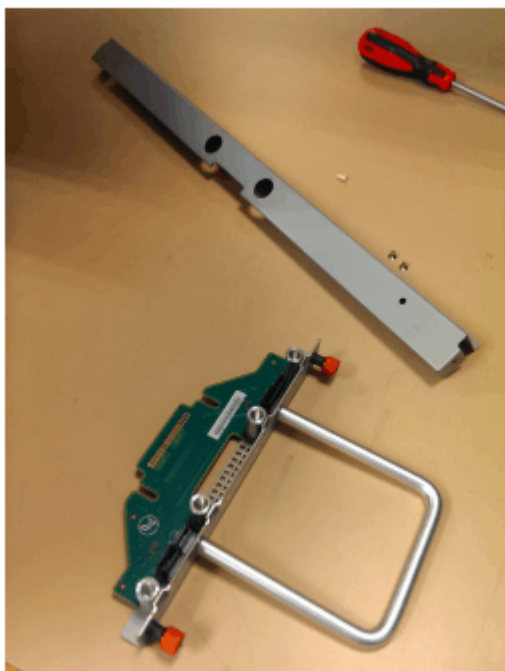

Рисунок 127. Компоненты платы интерфейса вентиляции, удаленные из шасси
4. Положите плату интерфейса вентиляции (см. Рисунок 127 на стр. 111) в безопасное место.